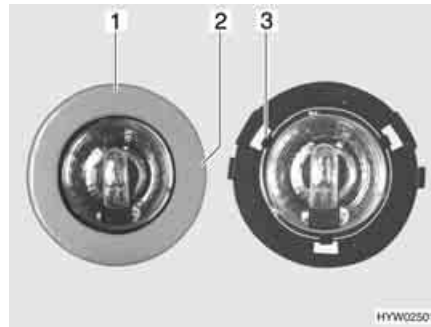

Fig. 251 Lampada alogena a incasso
- Girare lentamente il diaframma (Fig. 251,1) finché il nasello (Fig. 251,2) dell'involucro non si arresta a scatto nella scanalatura sottostante del diaframma.
- Tre graffe (Fig. 251,3) tengono ferma la lastra di vetro della lampada alogena nell'involucro. Spingere di lato una delle tre graffe.